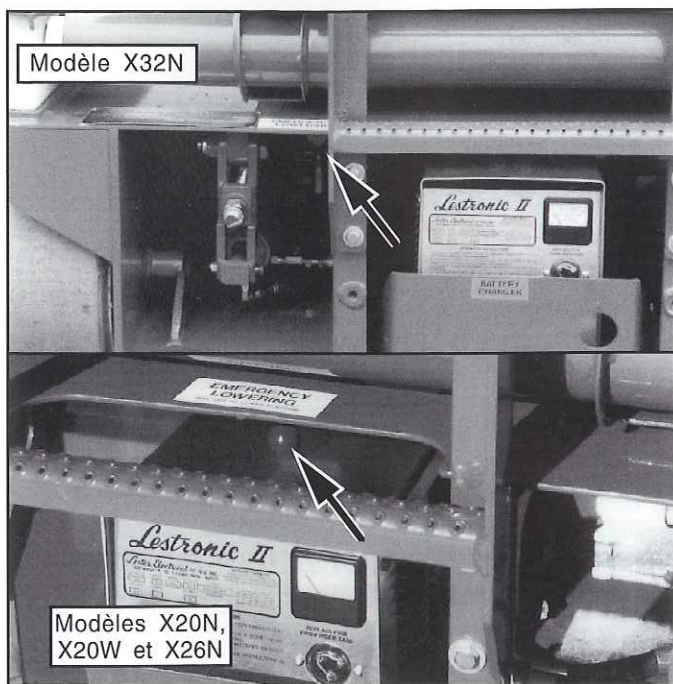

Figure 3 : Bouton de vanne d'abaissement d'urgence
15. Ouvrir la vanne d'abaissement d'urgence du châssis (figure 3) pour vérifier son bon fonctionnement en tirant la poignée et en la maintenant sortie. Une fois la plate-forme complètement abaissée, fermer la vanne en relâchant la poignée.
Demander à une personne qui se trouve au sol d'ouvrir la vanne d'abaissement d'urgence, située à l'arrière de la machine (figure 3).